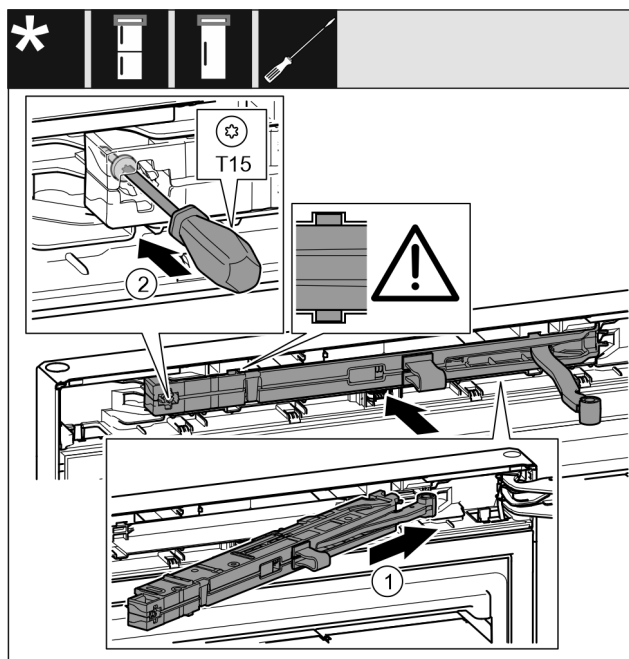

Fig. 23
- ▶ Inserire obliquamente nell'incavo fino all'arresto l'unità ammortizzatore di chiusura sul lato blocco di supporto. Fig. 23 (1)
- ▶ Serrare la vite con un cacciavite T15. Fig. 23 (2)